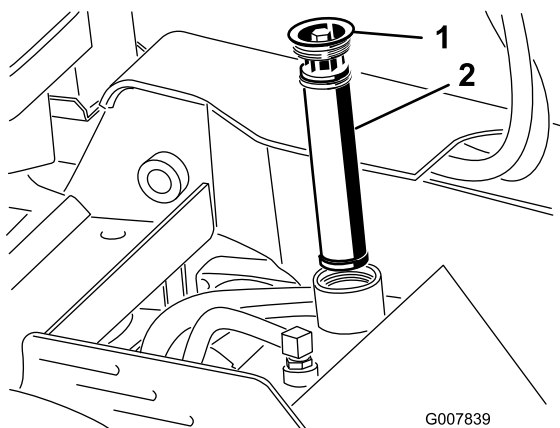

Figura 55
5. Retire e elimine o filtro velho (Figura 55).
6. Instale o filtro hidráulico de substituição e a tampa do tubo de enchimento (Figura 55) e aperte o parafuso na parte superior com 13 a 15,5 N m.
6. Retire a cobertura do depósito do hidráulico e o filtro (Figura 55).
12. Instale o filtro hidráulico e a tampa do tubo de enchimento (Figura 55) e aperte o parafuso na parte superior com 13 a 15,5 N m.